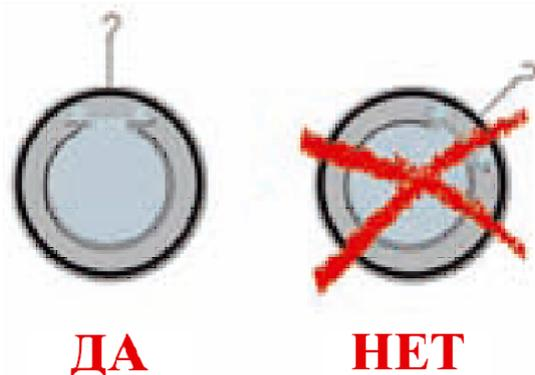

Рис. 2
- При монтаже на горизонтальных участках трубопровода, ось клапана должна быть в горизонтальном направлении (см рис. 2).